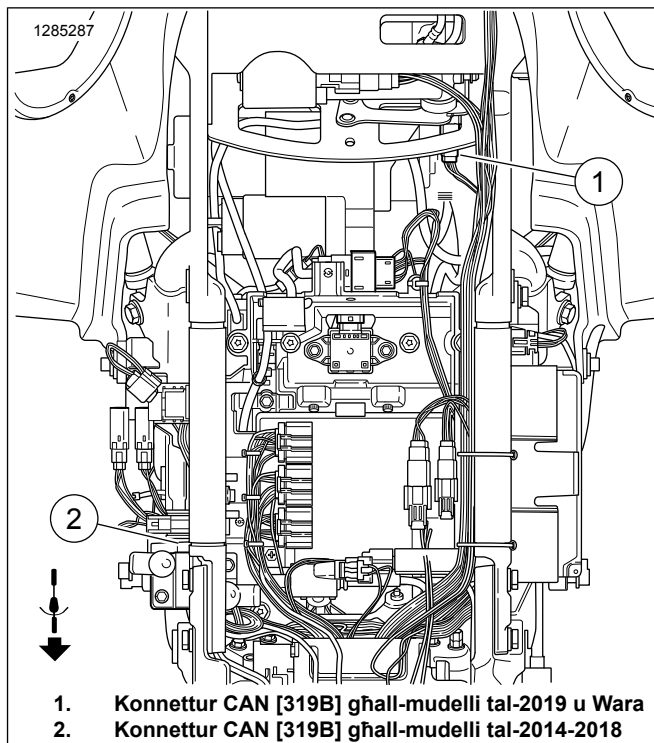

Figura 3. Konnettur CAN [319B]
- c. Ara Figura 3 . Sib il-konnettur 2-way tad-Delphi CAN [319B] (1) taħt il-kopertura tan-naħa tal-lemin.
- d. It-tapp huwa terminating resistor pack marbut mal-caddy tal-elettriku. Neħħi l-konnettur [319B] (1) mir-resistor pack.
- f. Jekk dan huwa l-uniku konnessjoni tal-amplifikatur (ta' wara) f' din l-installazzjoni, qabbad in-naħa tal-[319B] (1) tal-irbit ta' sikurezza Ċ mill-kit lura fit-terminating resistor pack minn pass "B" hawn fuq. Jekk jintużaw diversi amplifikaturi tan-naħa ta' wara, agħmel katina ta' interkonnessjonijiet f'serje (daisy chain) [319B] minn dan l-irbit ta' sikurezza għal [319A] tal-amplifikatur li jmiss. Dejjem ivverifika illi l-konnettur li fadal [319B] huwa konness mat-terminating resistor tal-vettura.
- b. Ifred it-tliet rabtiet tal-kejbil li żżomm l-irbit ta' sikurezza tal-konnettur [319B] (1).
- c. Ara Figura 3 . Għaddi [319B] (1) u l-konnettur [319A] tul, imbagħad taħt, il-frejms għall-post fin-naħa tax-xellug tal-konnettur CAN tal-vettura.
- f. Ara Figura 3 . Sib il-konnettur 2-way tad-Delphi CAN [319B] (1) taħt il-kopertura tan-naħa tal-lemin.
- g. It-tapp huwa terminating resistor pack marbut mal-caddy tal-elettriku. Neħħi l-konnettur [319B] (1) mir-resistor pack.